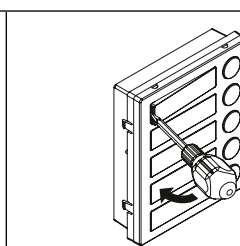

Fig. 2
- Fare leva con il cacciavite come mostrato in **Fig. 2** per rimuovere il porta-cartellino (fare attenzione a non ammaccare la placca);